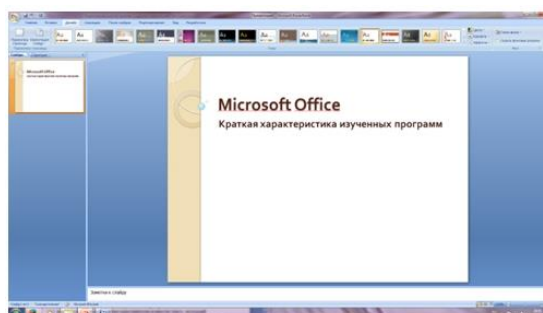

Рис. 2 Выбор цветового оформления слайдов
4. Введите с клавиатуры текст заголовка – *Microsoft Office* и подзаголовка – *Краткая характеристика изученных программ*. Для этого достаточно щелкнуть мышью по местозаполнителю и ввести текст, который автоматически будет оформлен в соответствии с установками выбранного шаблона (рис. 2).